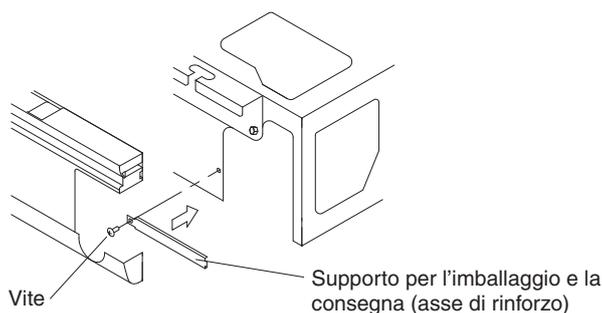

Fig. 30
- Una volta terminata la posa in opera delle tubazioni di scarico, installare il supporto per l'imballaggio e la consegna (asse di rinforzo), rimosso nella sezione "6. POSA IN OPERA DELLE TUBAZIONI DEL REFRIGERANTE". Tuttavia, non è necessario installare il supporto per l'imballaggio e la consegna sul lato destro (asse di rinforzo). **(Fare riferimento alla Fig. 30)**